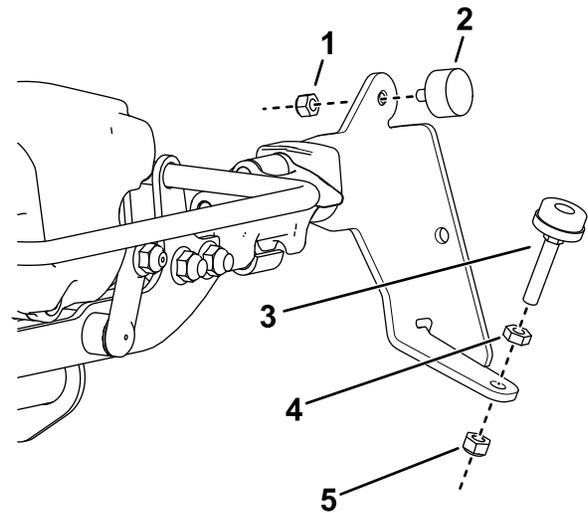

Figura 5
- Inserite un gommino di arresto su entrambe le staffe della spazzola con un dado di bloccaggio (1/4") come mostrato nella Figura 5.
- Inserite una vite di regolazione del livello su entrambe le staffe della spazzola come mostrato nella Figura 5.